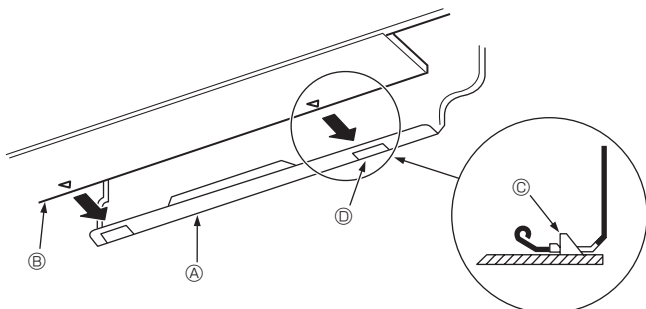

Fig. 3-11
5. Закріпіть внутрішній блок, штовхаючи його нижню частину в монтажну плату Ⓢ. (Fig. 3-11).